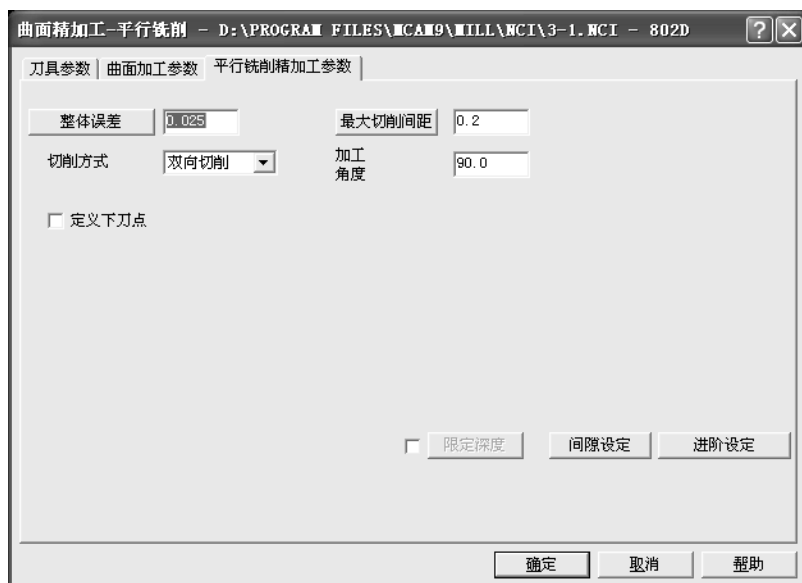
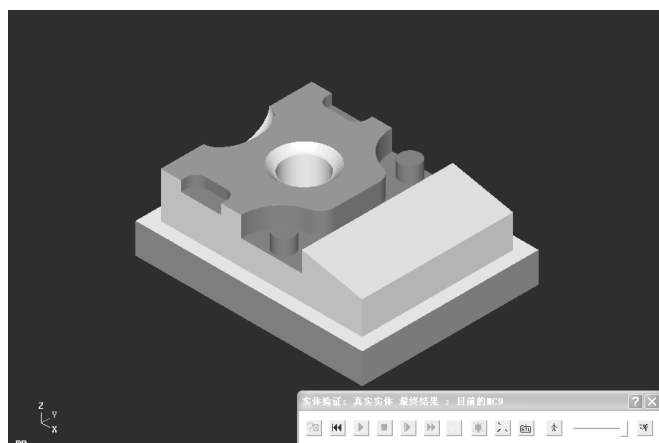

图 3-29 平行铣削精加工参数
图 3-30 实体切削验证效果
15) 用 $\phi 6R3$ 球刀加工 $12^\circ$ 斜面, 选择“平行铣削”方式, 加工面选择斜面, 干涉面选择斜面下部与之相邻的垂面, 刀具参数与曲面加工参数同步步骤13); 在“平行铣削精加工参数”选项卡中设定最大切削间距: 0.2、加工角度:  $90.0$ , 切削方式: “双向切削”, 其余默认, 如图3-29所示。实体切削验证效果如图3-30所示。将本例保存为3-1.mc9文件。选择802D.PST后处理文件, 分别将“粗铣D12”“精铣D12”“粗铣D5”“精铣D5”“精铣D6R3”群组处理成CX-D12.NC、JX-D12.NC、CX-D5.NC、JX-D5.NC、JX-D6R3.NC文件。